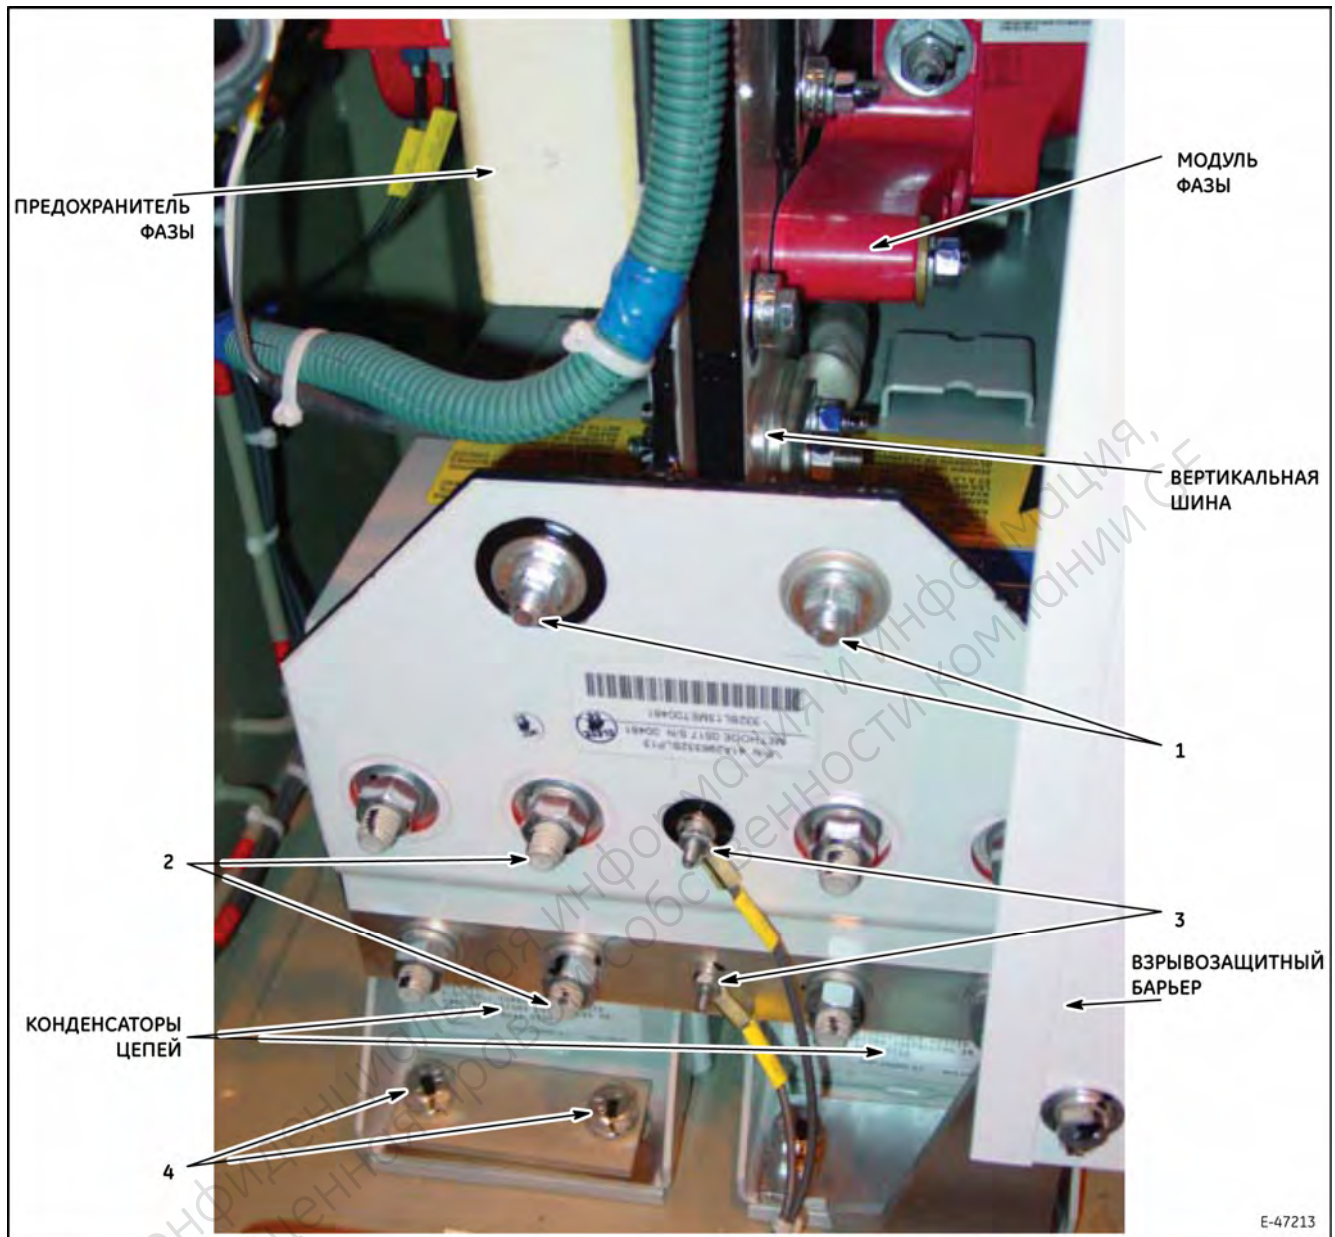

Рис. 32. Конденсатор цепи и присоединенные компоненты.
1. Остановите дизель и переместите переключатель управления дизелем (EC) в положение Start («Пуск»), чтобы предотвратить включение аварийного сигнала.
4. Снимите крепежные болты и изделия с перегородки, закрывающей конденсатор (рис. 32).
5. Снимите гайки и элементы крепления конденсатора к шине и соединения вертикальной шины (элементы 1, 2 и 3, рис. 32).
9. Для замены конденсатора выполните обратный процесс. При установке нового конденсатора перед затяжкой монтажных болтов конденсатора с определенным моментом свободно установите все элементы. Затем присоедините конденсатор к вертикальной шине, точно установите конденсатор и затяните гайки соединения верхней шины конденсатора с вертикальной шиной. Момент затяжки гаек соединения верхней шины конденсатора и вертикальной шины (элемент 1, рис. 32) $34 \pm 1,4$ Нм, гаек соединения нижнего конденсатора к шине конденсаторов (элемент 1, рис. 32) $20,2 \pm 0,7$ Нм, монтажных болтов конденсатора (элемент 4, рис. 32) 84 ± 3 Нм.
4. Снимите взрывозащитную перегородку над модулем в передней части снимаемого инвертора (рис. 32).